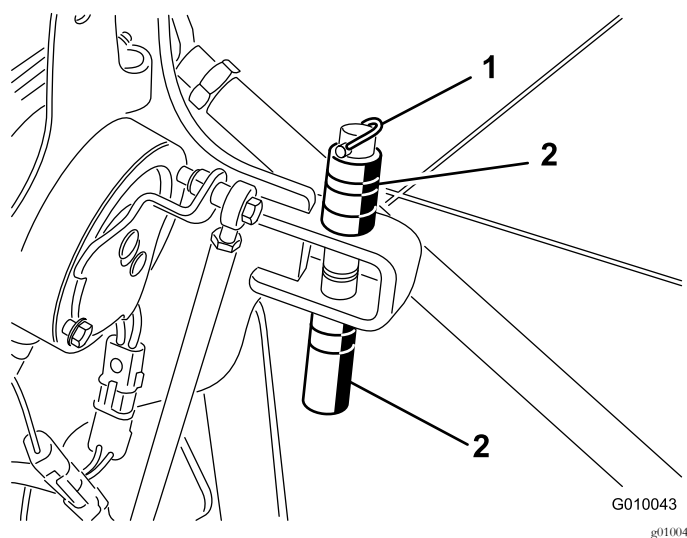

図 28
- スペーサと深さピンを止めているリンチピンを外す **図 28**。